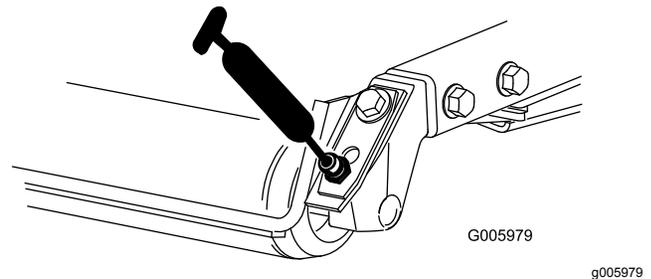

Figura 25
- Cojinetes de los rodillos traseros (2 por unidad de corte) (Figura 25).